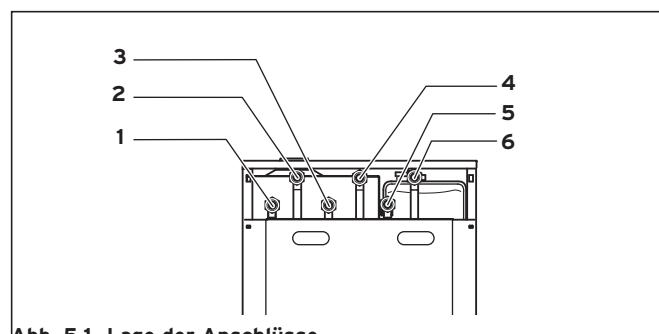

Abb. 5.1 Lage der Anschlüsse
- Schließen Sie den Warmwasseranschluss (WW) (4) an, siehe Abbildung 5.1.
- Schließen Sie den Kaltwasseranschluss (KW) (3) mit den entsprechenden Sicherheitseinrichtungen an, siehe Abbildung 5.1.
Gegebenenfalls kann am Anschluss (1) eine Zirkulationsleitung angeschlossen werden, siehe Abbildung 5.1.
- Schließen Sie den Heizungsvorlauf am Heizungsvorlauf-Anschluss (5) an, siehe Abbildung 5.1.
- Schließen Sie den Heizungsrücklauf am Heizungsrücklauf-Anschluss (6) an, siehe Abbildung 5.1.